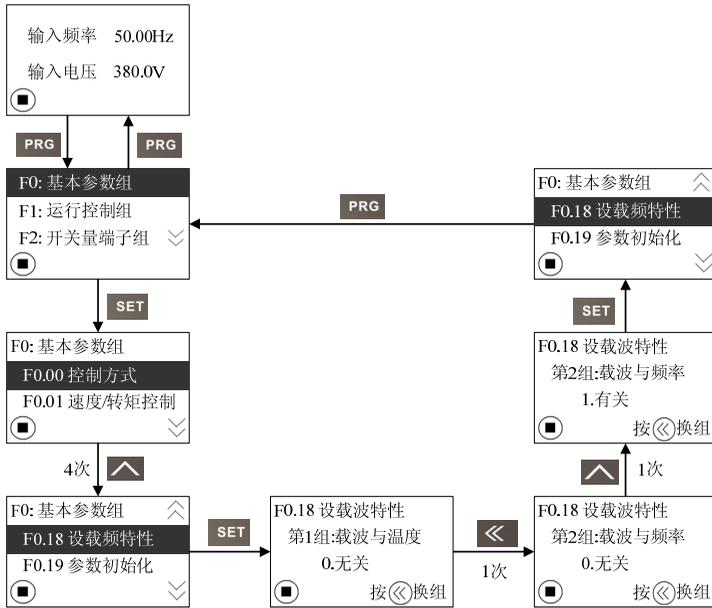

图 4-13：组操作界面流程
(3) 组操作界面流程：以功能代码 F0.18 下载频特性为例来介绍，设置选择第 2 组中的“1.与输出频率有关”，具体操作如图 4-13 所示。